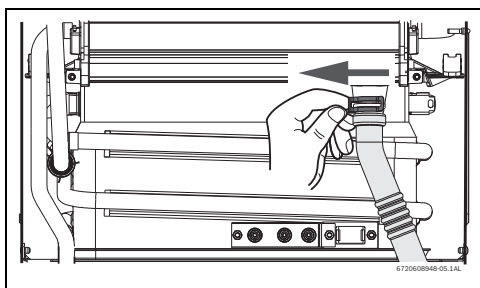

Fig. 31
- Retirar el clip y soltar la extremidad del tubo de condensados, consultar (Fig. 31).